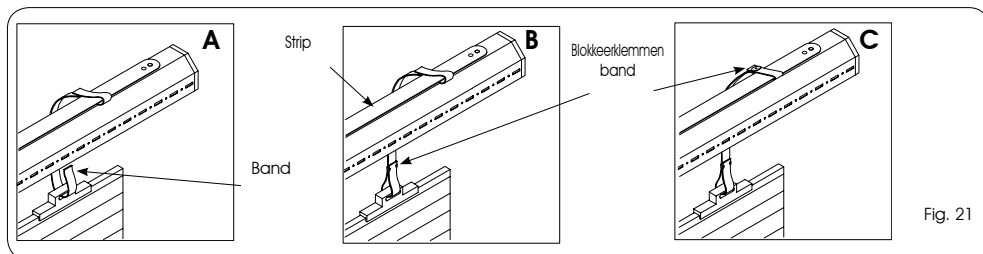

Fig. 21
1. Steek de band door het oog van het rolluik (Fig. 21 ref.A)
3. Voer de band eerst onder en daarna over de strip van de as. (Fig. 21 ref.A-B)
4. Plaats de klemmen en regel de lengte van de band, zodat hier licht aan getrokken wordt. (Fig.21 ref.B-C)